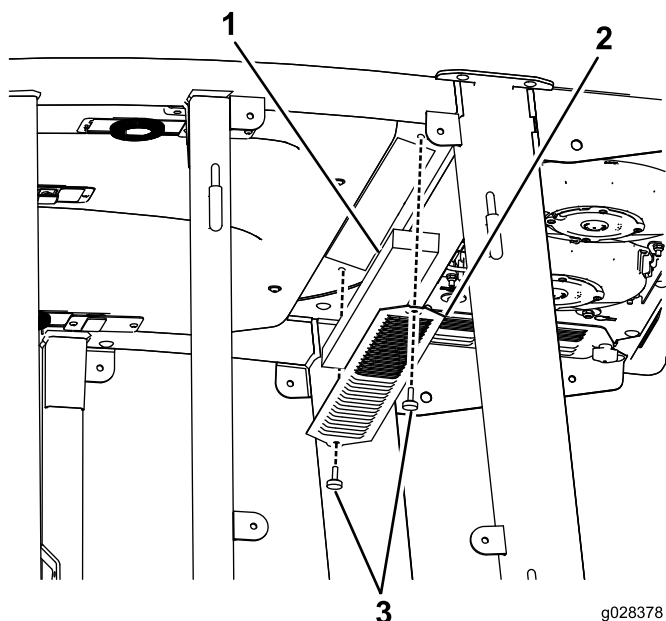
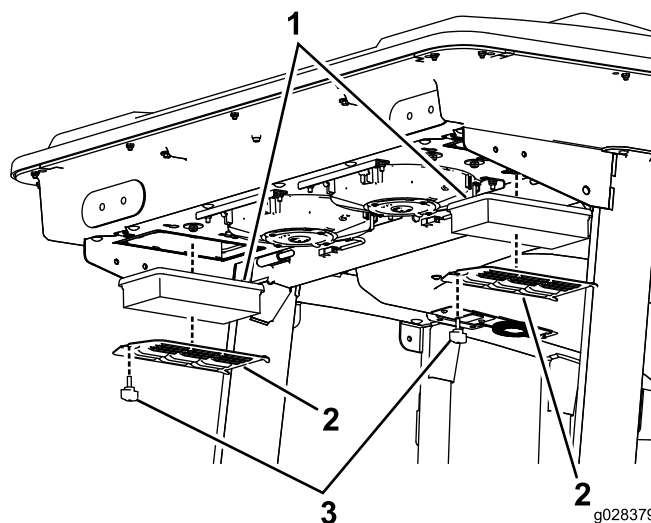
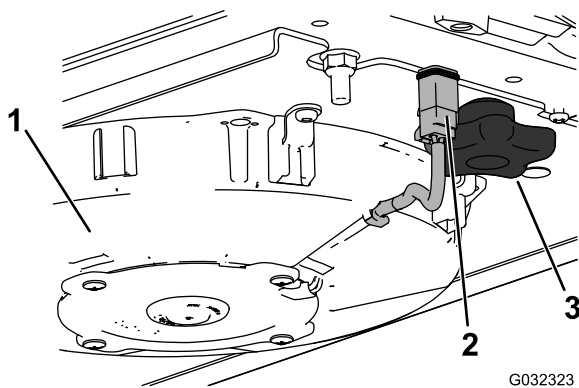
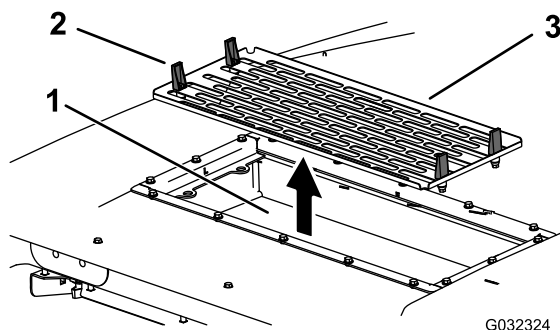

Рисунок 89
Рисунок 90
Рисунок 91
Рисунок 92
1. Выверните винты и снимите решетки у салонного и заднего воздушных фильтров кабины (Рисунок 89 и Рисунок 90).
5. Снимите воздушные фильтры (см. Рисунок 90).
7. Установите воздушные фильтры, сетку и вентилятор в сборе (Рисунок 90, Рисунок 91 и Рисунок 92).
8. Подсоедините провод к каждому вентилятору (Рисунок 91).